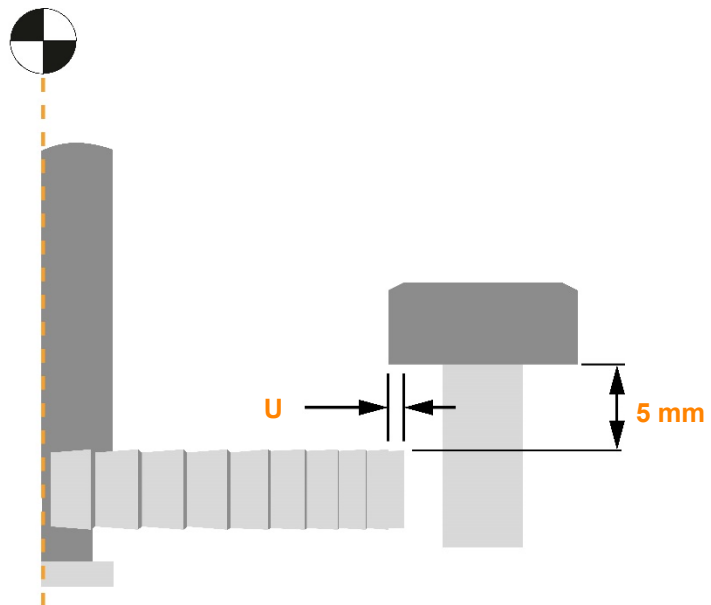

Figure 5.5 Mesure de la longueur d'outil
- Uu = Distance radiale incrémentale pour un positionnement sous le stylet (voir figure 5.5).